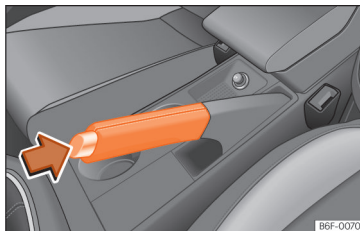

Abb. 219 Handbremse zwischen den Vordersitzen.
- Ziehen Sie den Hebel der Handbremse fest nach oben » **Abb. 219**.
- Ziehen Sie den Hebel etwas nach oben, drücken Sie die Entriegelungstaste in Pfeilrichtung » **Abb. 219** und führen Sie den Handbremshebel ganz nach unten » .